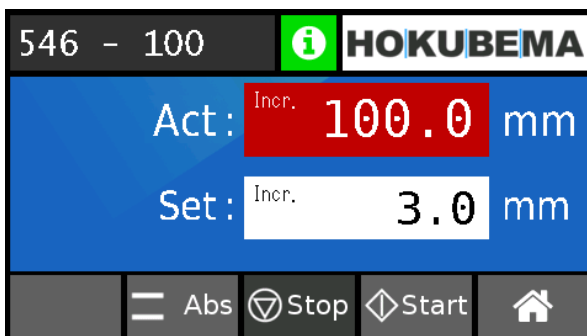

Figure 53 : saisir la mesure incrémentale
- Sélectionner le champ « **Set** : » et saisissez la mesure incrémentale, par ex. **3,00** mm (⇒ Figure 53).
- Le champ « **Act** : » est surligné en rouge jusqu'à ce que la valeur cible « **Set** : » soit atteinte (⇒ Figure 53).